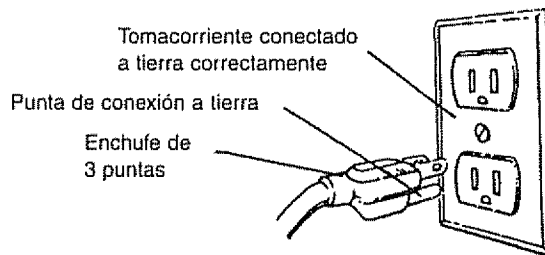

Figura 3 - Receptáculo de 3 Puntas
- Esta herramienta viene equipada con un cordón de 3 conductores, aprobado, con capacidad de 150V y con un enchufe de 3 puntas del tipo de conexión a tierra (vea la Figura 3) para su protección en contra de los peligros de choque eléctrico.
- El enchufe de conexión a tierra se debe enchufar directamente en un receptáculo de conexión a tierra de 3 puntas, conectado a tierra e instalado correctamente, como se muestra (Figura 3).